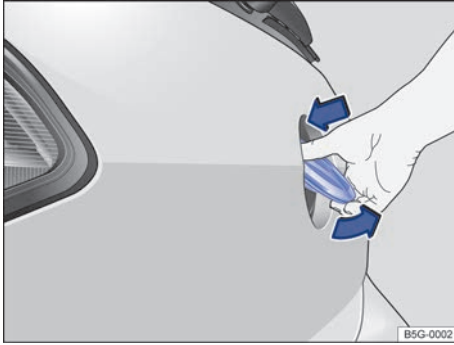

Fig. 66 Apertura del portón del maletero desde el exterior.
- Presione con el dedo pulgar sobre la parte superior del emblema de Volkswagen → **fig. 66** de modo que sobresalga la parte inferior. Agarre el emblema por debajo y levante el portón.